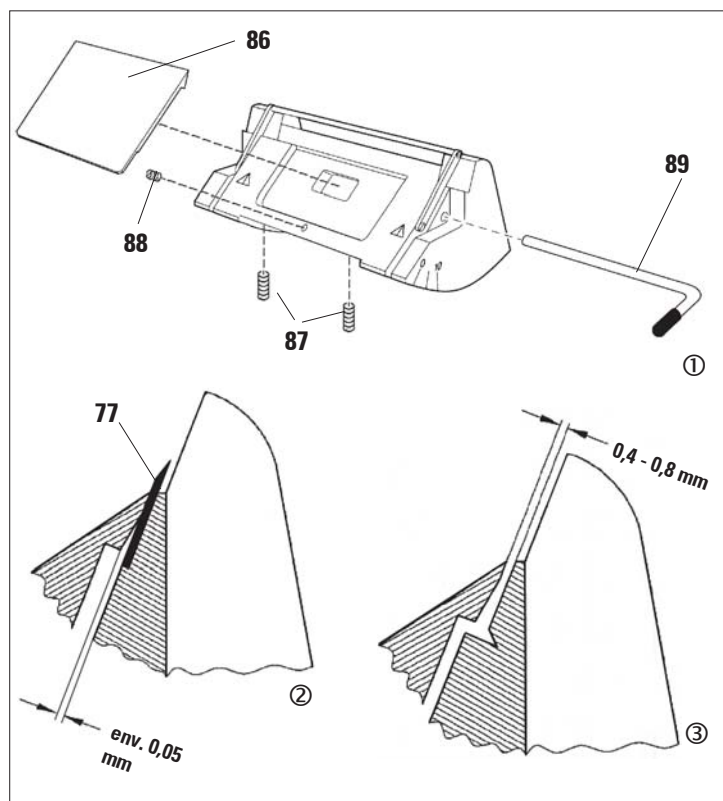

Fig. 31
- Placez une lame (77) et bloquez légèrement avec le levier de serrage (89).
- Ajustez la plaque de pression (86) à l'aide de la vis (88) de manière à ce que seul le bord supérieur de la plaque exerce une pression sur la lame. Une fente doit être visible (fig. 31/②). Pour l'ajustage, un petit tournevis (env. 3,0 x 70) est nécessaire.
- Lors de l'ajustage, veillez à ce que l'écart entre les deux plaques de pression soit d'env. 0,4-0,8 mm en état ouvert (fig. 31/③).